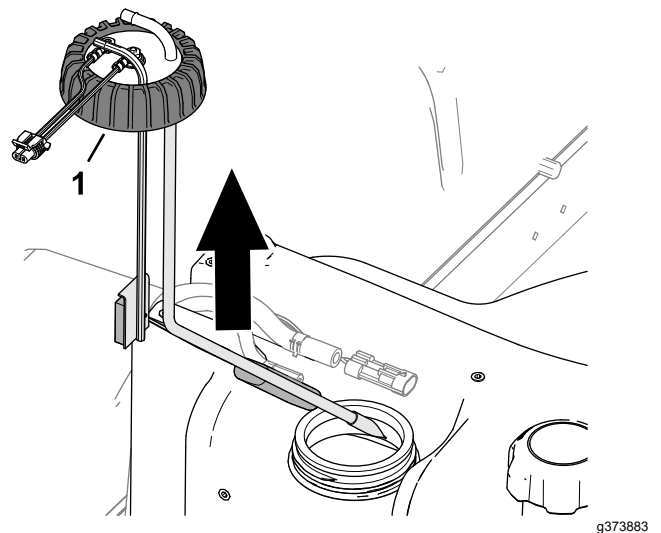

Figure 125
5. Desserrez le chapeau du transmetteur de niveau de carburant (Figure 125).